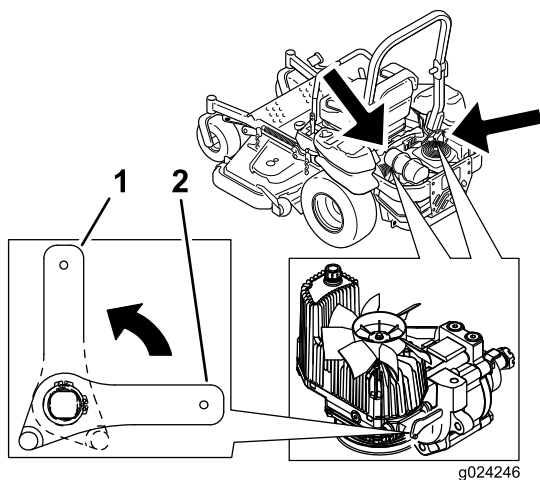

Figure 39
3. Tournez les leviers des vannes de déblocage en position verticale pour pousser la machine (Figure 39).
5. Tournez les leviers des vannes de déblocage en position horizontale pour utiliser la machine (Figure 39).